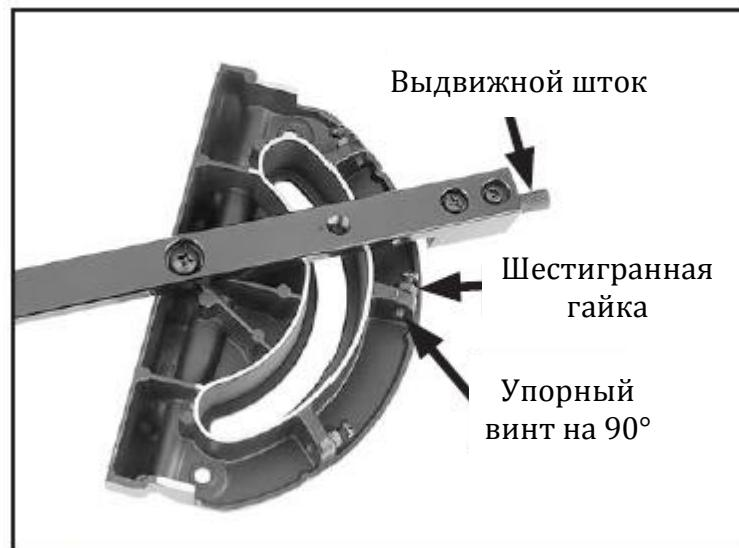

Рис. 83. Проверка упора на 90° поворотной головки
5. Ослабить шестигранную гайку (контргайку), фиксирующую упорный винт на 90° (рис. 83), и производить регулировку установочным винтом до тех пор, пока он не упрётся в шток, а угольник не будет равномерно прилегать к корпусу поворотной головки и телу пилы, затем затянуть шестигранную гайку.